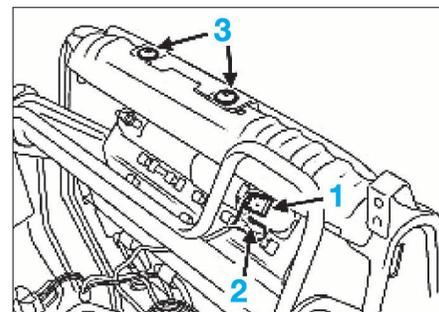

FIG. 6
- Débrancher (Fig.6) :
- le connecteur (1) du module d'airbag, en soulevant sa languette de verrouillage à l'aide d'un petit tournevis,
- la cosse de masse (2).